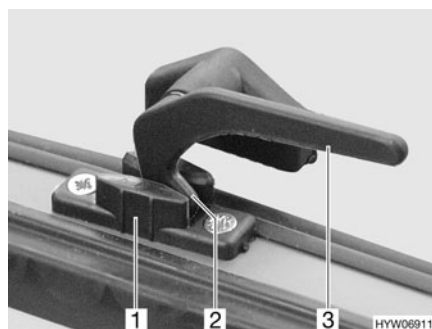

Fig. 51 Palanca de bloqueo en la posición de "ventilación continua"
- En la posición "ventilación continua" (Fig. 51)
- Girar la palanca de bloqueo (Fig. 51,3) un cuarto de vuelta hacia la mitad de la ventana.
- Girar la palanca de bloqueo un cuarto de vuelta hacia el marco de la ventana. El saliente de bloqueo (Fig. 51,2) se ha de introducir para ello en el rebaje del bloqueo de la ventana (Fig. 51,1).